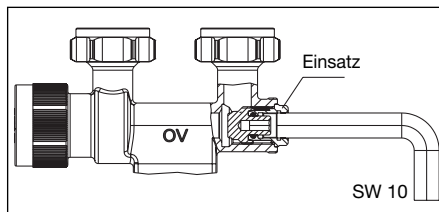

Abb. 7 Entleeren / Füllen
2. Mit dem Sechskantschlüssel SW 10 durch Linksdrehen den Einsatz lockern (max. ¼ Gewindegang) (s. Abb. 7).
3. Entleerungs- und Füllwerkzeug von der Armatur abschrauben und mit Sechskantschlüssel SW 10 den Einsatz max. 10 Nm anziehen (s. Abb. 7).
1. Mit Sechskantschlüssel SW 10 durch Rechtsdrehen des Einsatzes (s. Abb. 7) die Armatur schließen (max. 10 Nm).